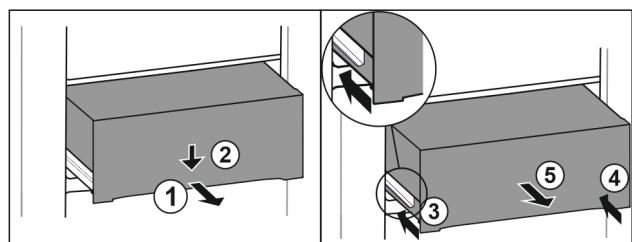

Fig. 179
- Zásuvku napůl vytáhněte. Fig. 179 (1)
- ▶ Stlačte zásuvku na přední straně dolů. Fig. 179 (2)
- ▶ Zasuňte levou kolejničku přibližně do 2 cm. Fig. 179 (3)
- ▶ Zasuňte pravou kolejničku přibližně do 2 cm. Fig. 179 (4)
- ▶ Vyjměte zásuvku dopředu. Fig. 179 (5)